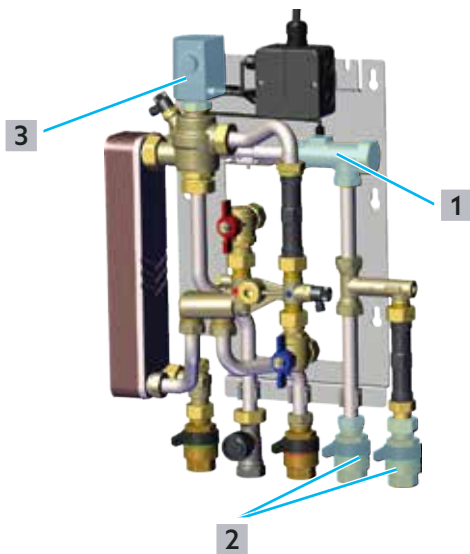

Abb. 20: Volumenstromsensor prüfen und reinigen
- ▶ Schließen Sie einfach zu ermittelnde Ursachen aus, z. B. spannungsloser Stellantrieb (siehe Abb. 20 auf Seite 30 (3)) oder fehlender Kontakt der Signalleitung des Volumenstromsensors.
- ▶ Prüfen Sie den Volumenstromsensor (1) auf Verunreinigungen, indem Sie Trinkwasser zapfen und die Leuchtanzeige am Stellantrieb beobachten:
- 1** Schließen Sie die Keramikscheibenventile Kaltwasser-Zulauf und Kaltwasser-Ausgang (siehe Abb. 20 auf Seite 30 (2)) im Trinkwasserkreis.